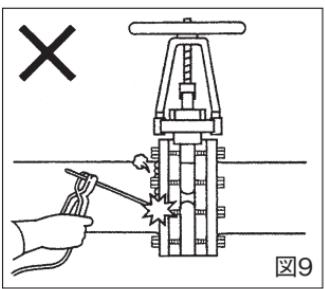

図9
- Q. バルブを取り付けてからのフランジ溶接は絶対に避けてください。熱でシートが損傷します。(図9)